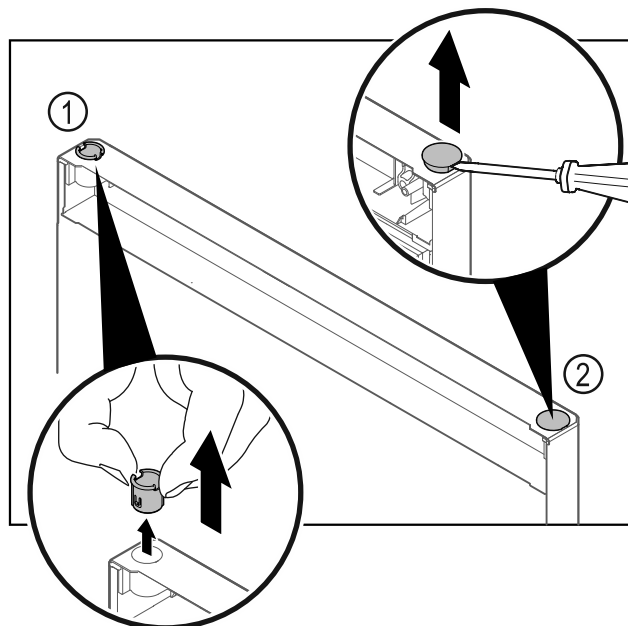

Fig. 21
- ▶ Húzza ki az ujjaival a csuklópánt-perselyt Fig. 21 (1).
- ▶ A fedődugót Fig. 21 (2) egy lapos csavarhúzóval óvatosan emelje meg és húzza ki.